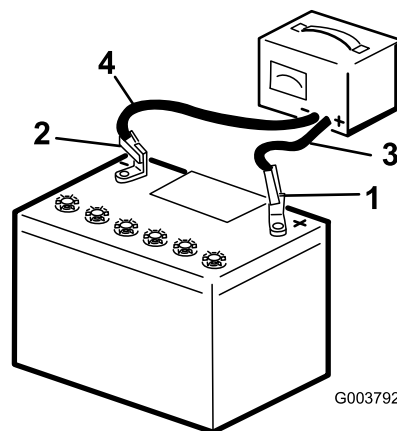

Figura 82
3. Conecte el cable positivo del cargador de la batería al borne positivo de la batería (Figura 82).
4. Conecte el cable negativo del cargador de la batería al borne negativo de la batería (Figura 82).
6. Cuando la batería esté completamente cargada, desconecte el cargador de la fuente eléctrica, luego desconecte los cables del cargador de los bornes de la batería (Figura 82).